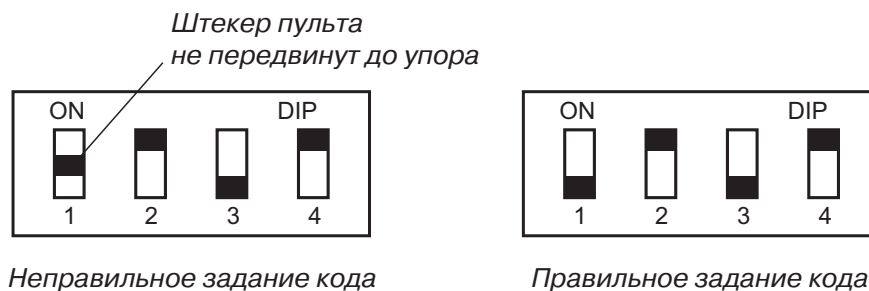

Рис. 7.2
- Адресный код блока №6 — в двоичной системе 0101, с учетом того что блок номер 1 обозначается «0000» (рис. 7.2).